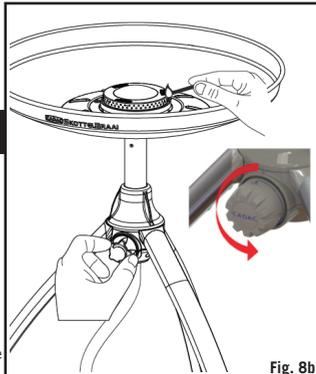

Fig. 8b
- For å tenne enheten, tennes en tennstikk eller grilltennere. Åpne litt for styreventilen (K) som beskrevet under 'Generelt' og tenn enhetens brennere (G). Ved kold oppstart, kan enheten tennes fra toppen (se fig. 8b) innen den ønskete tilberedningsoverflate monteres på brennerfatet (F).
- Din enhet er utstyrt med en spesifikk størrelse dysse (O) til regulering af den korrekte mengde gass.
- Om hullet i dysen (O) blir blokkert, kan det medføre mindre flamme eller slet ingen flamme. Forsøk ikke å rengjøre dysen (O) med en nål eller liknende, fordi det kan beskadige åpningen og gjøre enheten farlig.
- Sådan skiftes ut dysen (O): Skru de 3 skruer i bunnen av kabinettet ut og fjern kabinettet.
- Fjern ventilbasen ved å skru ut de seks galopskruene, som fastholder basen til trefotens kabinett (J) og fjern deretter ventilen (M) fra kabinettet ved å trekke ut den.
- Dysen (O) vil nu være tilgjengelig fra toppen af ventilen (M).
- Skru ut dysen (O) av ventilen (M) med en passende skrunøkkel.